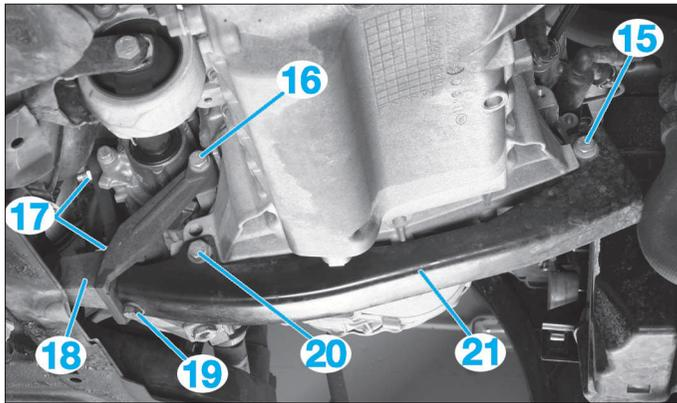
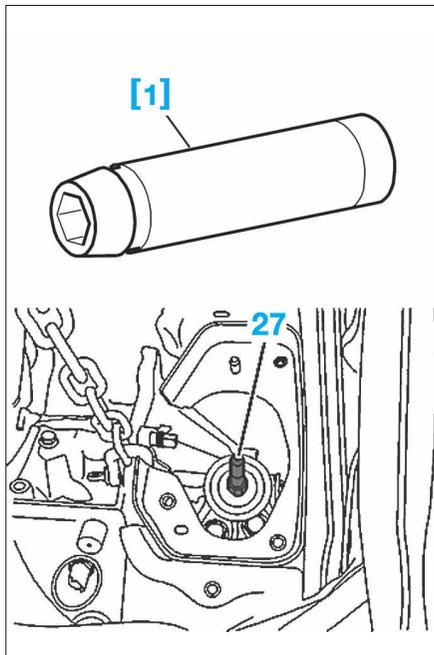
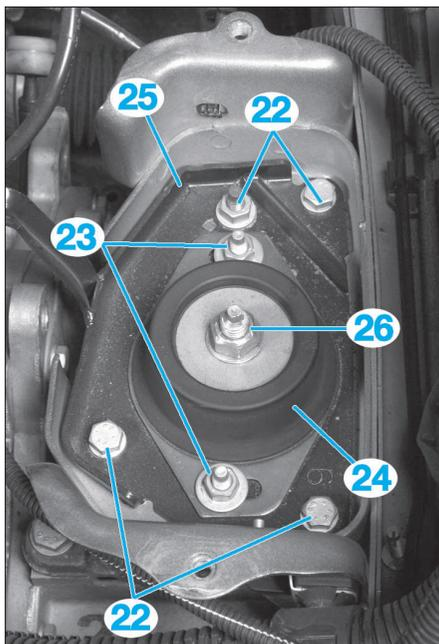

FIG. 7
FIG. 9
FIG. 8
[1]. Douille de dépose de l'axe de fixation de boîte de vitesses sur le support (Fig.9).
- Déposer (Fig.7) :
- l'écrou (15)
- les vis (19) et (20)
- le renfort impacteur (21)
- la vis (16)
- les écrous (17)
- l'impacteur (18).
- Déposer (Fig.8) :
- l'écrou d'axe de boîte de vitesses (26)
- les écrous de cale élastique (23)
- la cale élastique (24)
- les vis et l'écrou (22) du support (25)
- le support (25).
- Déposer (Fig.9) :
- l'axe de boîte de vitesses (27) et sa rondelle à l'aide de l'outil [1]